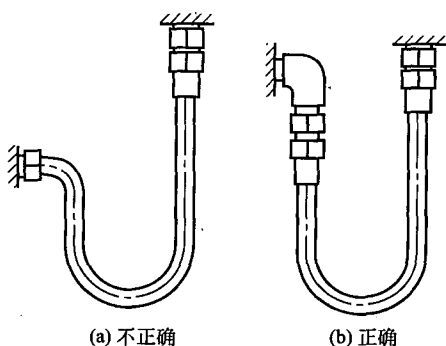

图 1-1 软管弯曲半径要求
① 要避免急转弯，其弯曲半径 R 应大于 9~10 倍外径，至少应在离接头 6 倍直径处弯曲，如图 1-1 所示。若弯曲半径只有规定的 $1/2$ 时就不能使用，否则寿命将大大缩短。
② 软管的弯曲同软管接头的安装应在同一运动平面上，以防扭转。若软管两端的接头需在两个不同的平面上运动时，应在适当的位置安装夹子，把软管分成两部分，使每一部分在同一平面上运动。